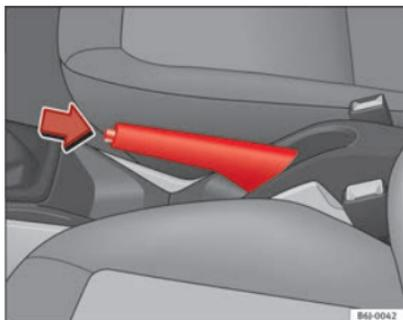

Abb. 109 Handbremse zwischen den Vordersitzen
⇒ Abb. 109.
- Ziehen Sie den Hebel etwas nach oben, drücken Sie die Entriegelungstaste in Pfeilrichtung ⇒ Abb. 109 und führen Sie den Handbremshebel ganz nach unten ⇒ ⚠.